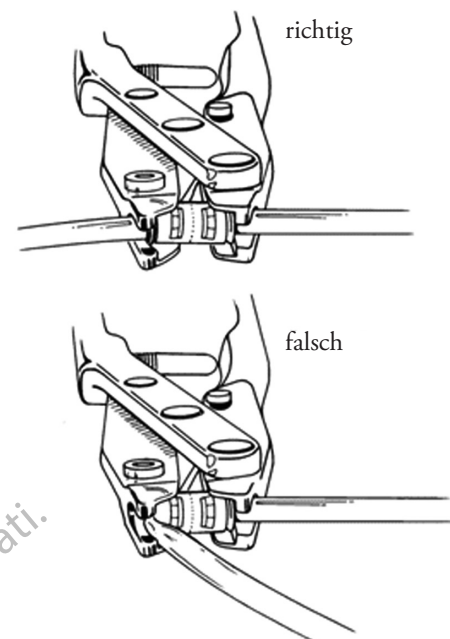

Abbildung 4-34. Konnektorenzange schließen
7. Zangengriffe bis zum Anschlag zusammendrücken (Abbildung 4-34).